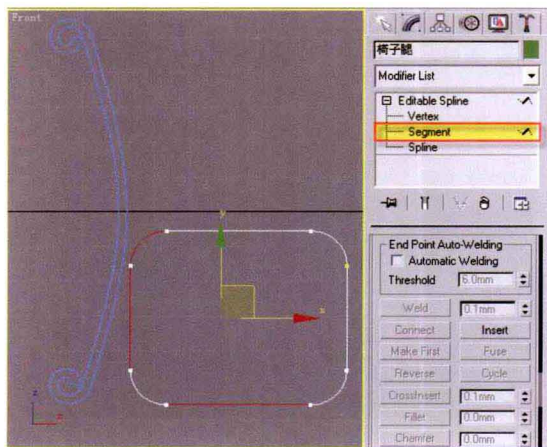

图1-23
**23** 选择矩形将其转换为可编辑样条线，在Segment（线段）层级下，选择如图1-23所示的线段，按键盘上的【Delete】（删除）键进行删除，如图1-23所示。